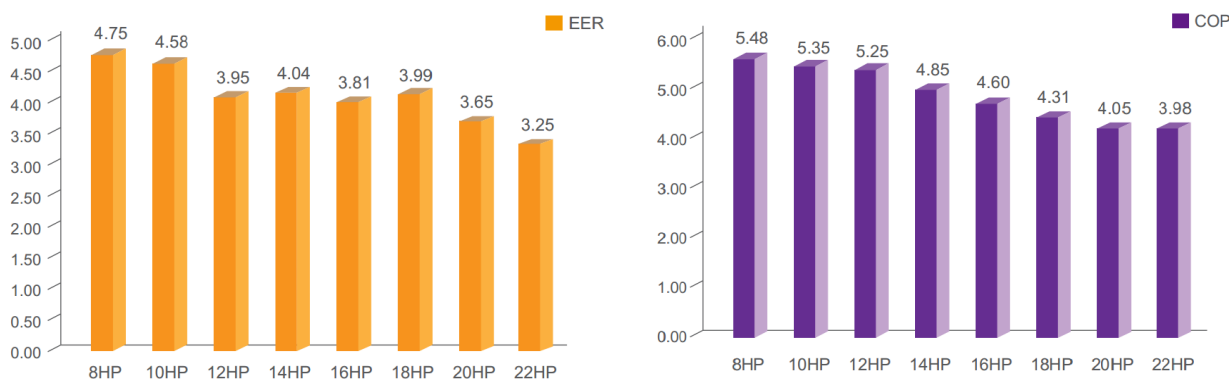

Рис.1.9
- Коэффициенты энергоэффективности в зависимости от мощности наружного блока на рис. 1.9